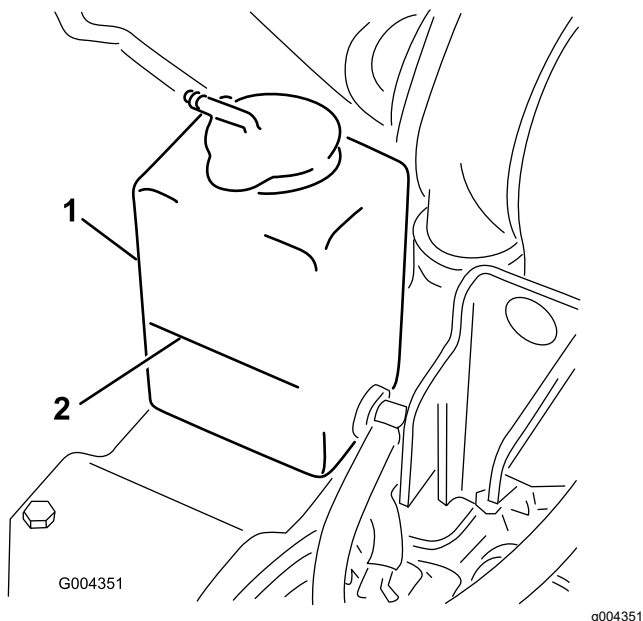

Figura 50
3. Verifique o nível de líquido de arrefecimento do depósito de expansão (**Figura 50**).